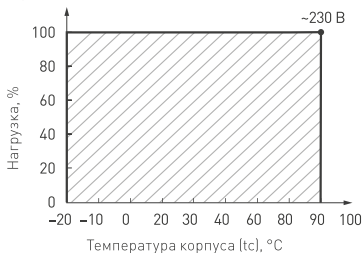

Рис. 3. Зависимость максимальной допустимой нагрузки, % от температуры корпуса
- 3.9. Дайте источнику питания поработать 60 мин., подключив нагрузку, которую вы предполагаете использовать. Источник питания должен находиться в тех же условиях, как и при последующей эксплуатации. На рис.3 указана зависимость нагрузки в % от температуры корпуса.